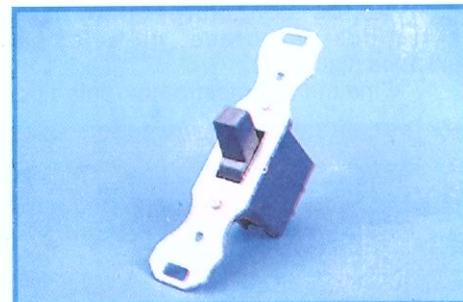

Figura 28 - Chave interruptora de alavanca.
- chave interruptora de alavanca, ou simplesmente, interruptor de alavanca, conhecido como chave de embutir, de uso muito generalizado em instalações residenciais (vide Figura 28).